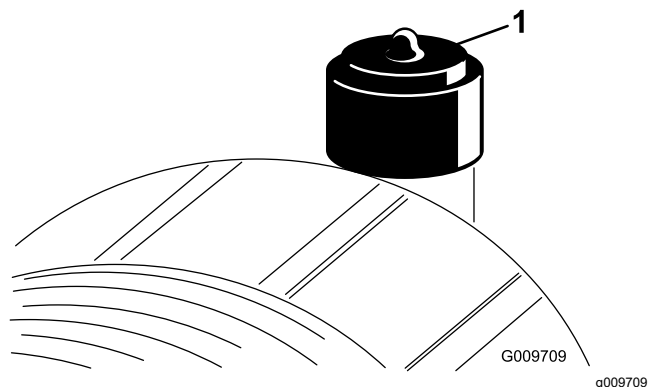

図 53
エアクリーナのフィルタの整備は、インジケータ 図 53 が赤色になってから行ってください。早めに整備を行っても意味がありません。むしろフィルタを外したときにエンジン内部に異物を入れてしまう危険が大きくなります。
9. インジケータ図 53が赤になっている場合はリセットする。